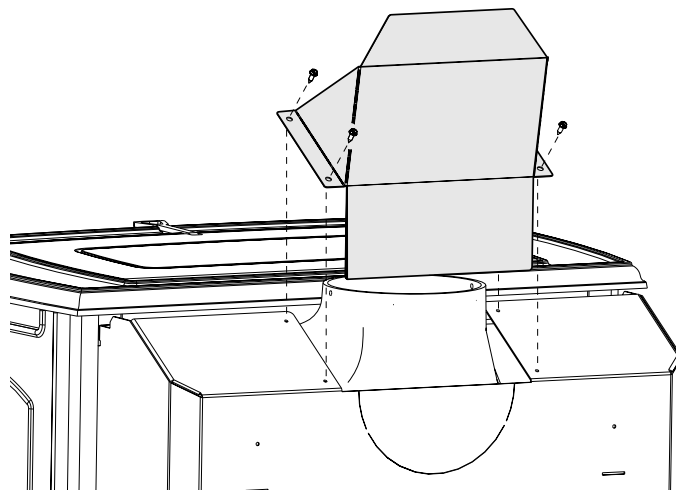

Figure 2. Fixation du protecteur thermique du conduit de fumée.
1. Pliez le protecteur thermique sur les perforations pour qu'il épouse la forme illustrée à la fig.2.